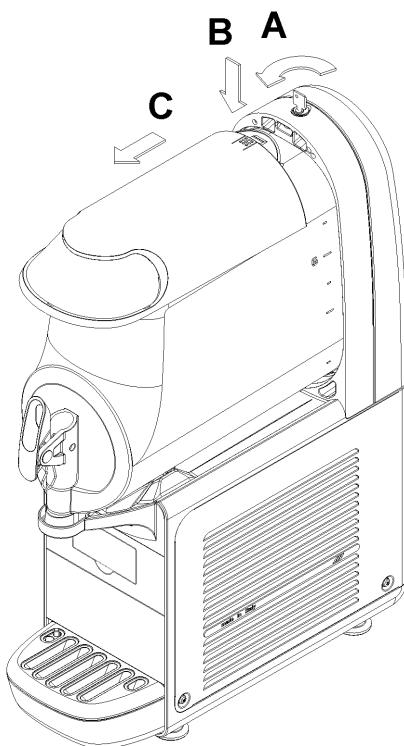

figure 9
- 1** Pour enlever le couvercle du bac, appuyer sur la touche supérieure et faire glisser le couvercle vers l'avant du bac. Si le couvercle est équipé d'une serrure de sûreté pour sa fermeture, tourner la clé en sens antihoraire pour déverrouiller la touche d'ouverture (voir figure 9) .